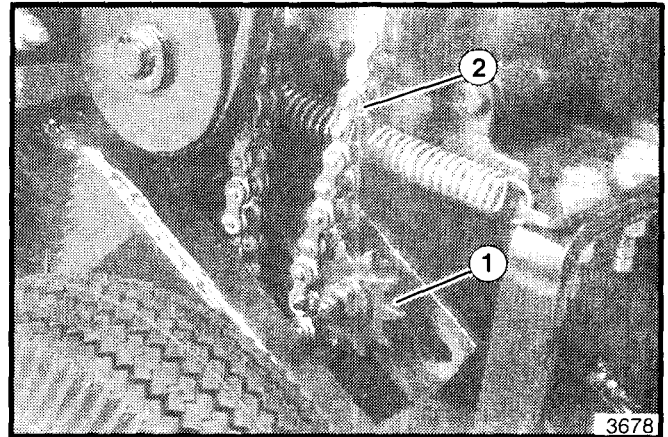

Figura 12. Cadena de Propulsión
3. Abra el eslabón de conexión y quite la cadena (vea la figura 12).